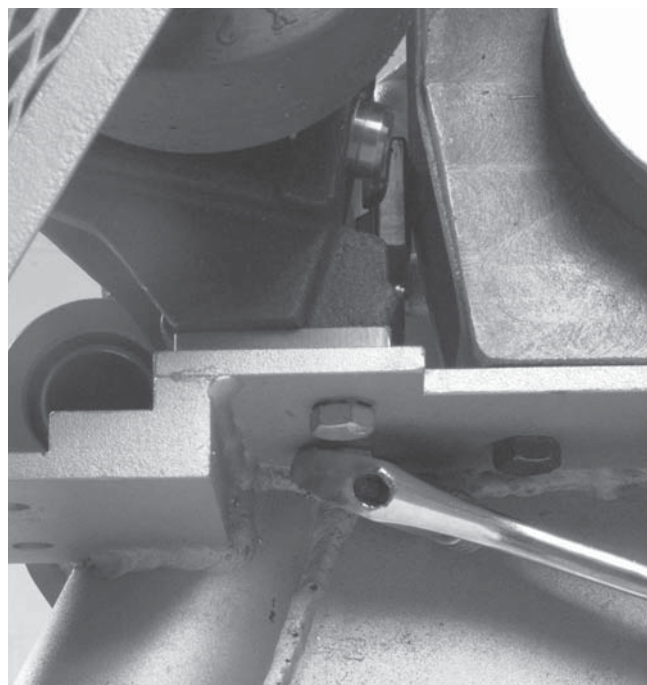

Рисунок 11 – Выкручивание болтов, удерживающих стабилизатор
1. Выкрутите два болта 3/8", которые удерживают стабилизатор на месте (ключ 9/16) (рисунок 11).